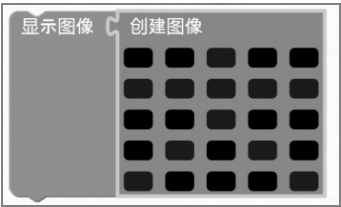

图 5-3 静止的机器人效果
③ 选择“创建图像”插的一个黑色区域，并选中蓝色，蓝色到黑色一共分 10 级，分别代表 LED 灯的亮度，这里我们选择最亮的蓝色。全部选择完毕后，效果如图 5-3 所示。